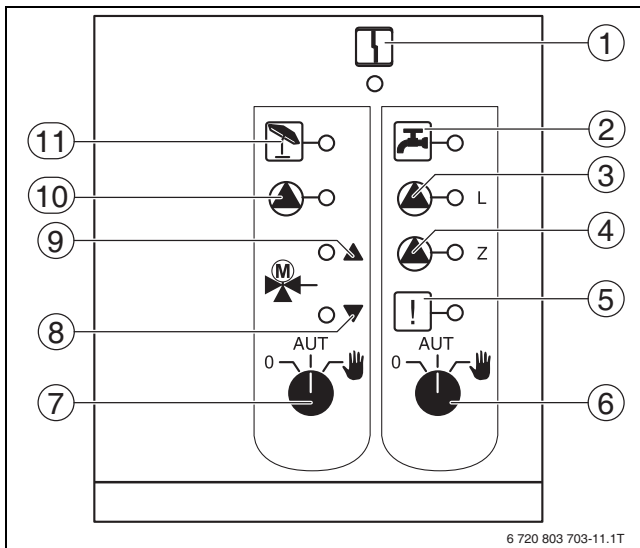

Рис. 9 FM441
**0** и **Рука** являются особыми положениями переключателя отопительного контура (→ рис. 9, [7]) и ГВС (→ рис. 9, [6]), которые разрешается устанавливать только специалистам сервисной фирмы.